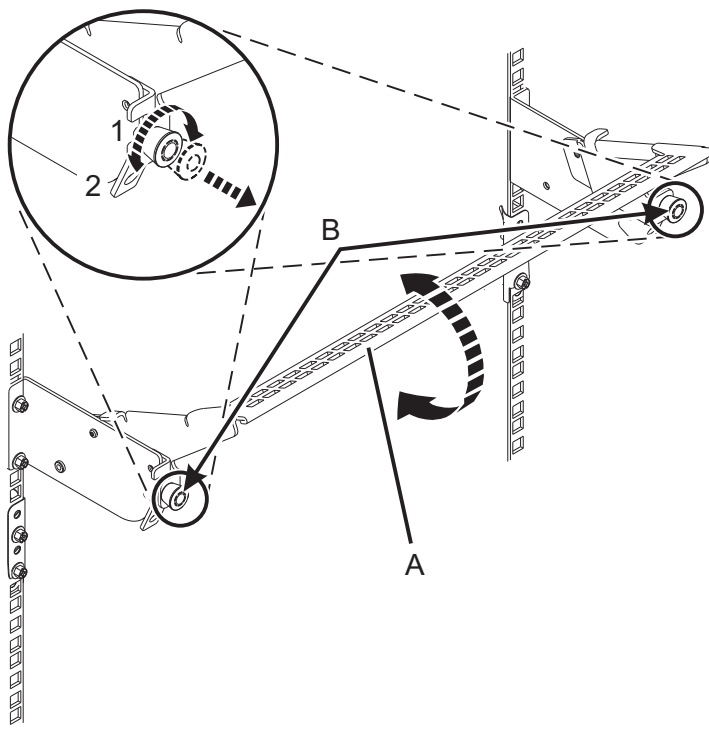

Figura 75. Colocación de la abrazadera portacables en posición operativa
3. Ponga la abrazadera portacables en posición operativa. Consulte Figura 75 en la página 72.